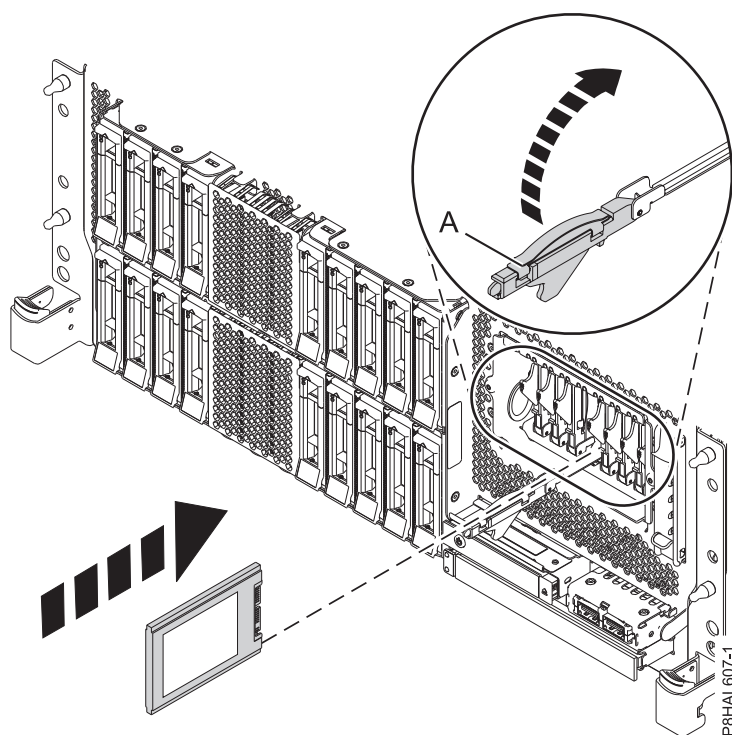
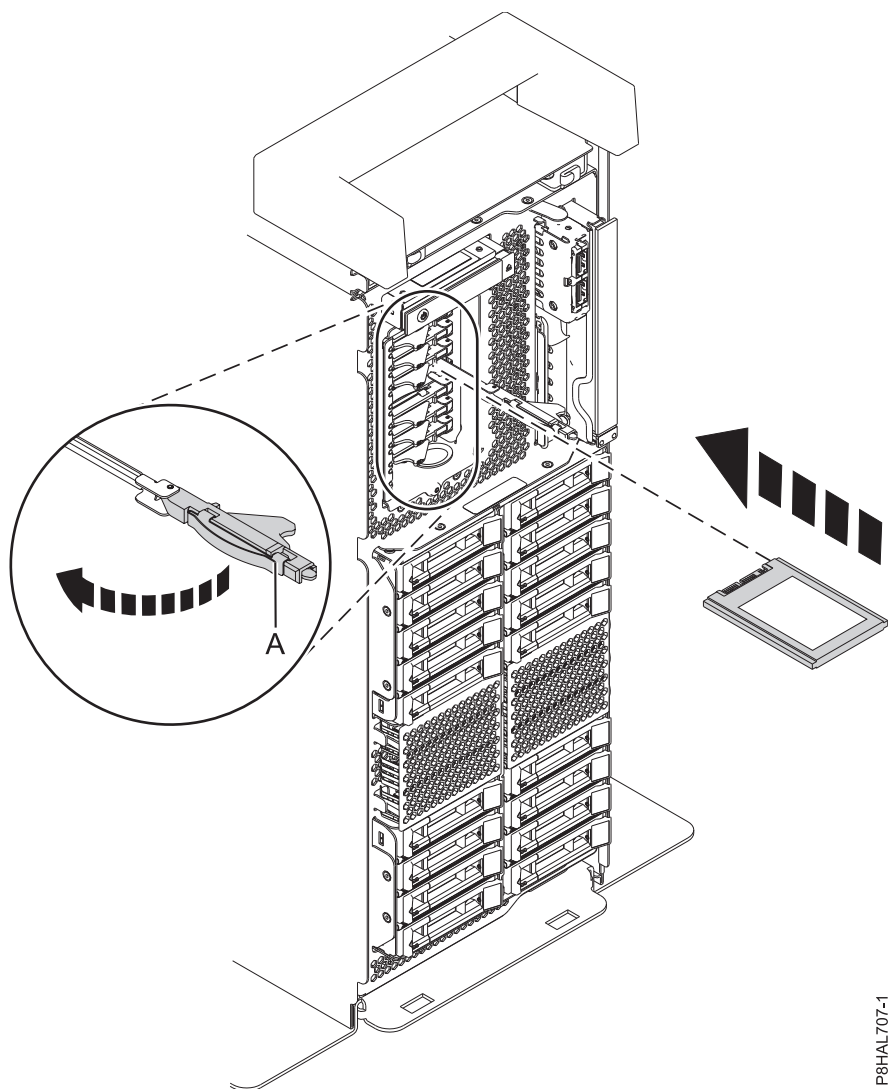

Figura 50. Instalar uma unidade SSD num sistema de função expandida 8286-41A ou 8286-42A montado em bastidor
Figura 51. Instalar uma unidade SSD num sistema de função expandida autónomo
14. Com a pega do compartimento de unidade de SSD (A) na posição desbloqueada, puxe a alavanca para fora para ter acesso às calhas na ranhura de SSD. Apoie a parte inferior da SSD à medida que a alinha com as calhas na ranhura de SSD. Consulte a Figura 50 e a Figura 51 na página 58.
18. Bloquee a unidade ao rodar a pega do compartimento (A) na direcção demonstrada em Figura 50 e Figura 51 na página 58.